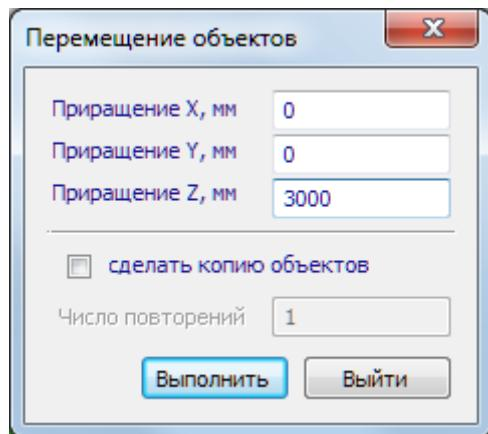

Рис.2.6. Диалоговое окно *Перемещение объектов*
- В диалоговом окне в строке **Приращение Z, мм** введите значение – **3000** (рис.2.6)